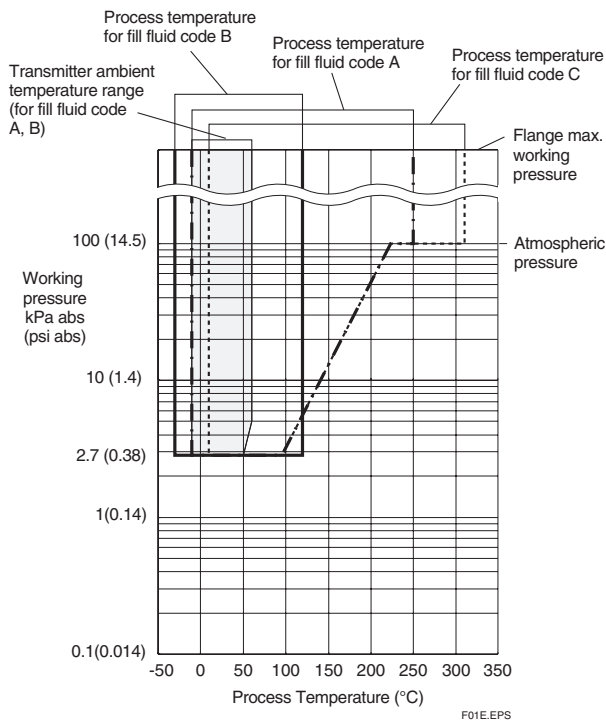

图1-1 工作压力和过程温度
大气压或大气压以下见图1-1和1-2
- *1: 见图1-1和1-2 “工作压力和过程温度”。
- 注: 差压变送器应安装在高压 (HP) 管道连接处以下至少600mm。但是这个值 (600mm) 可能会受环境温度、工作压力、填充液或接液膜片材质的影响。如果不能将差压变送器安装在高压管道连接处以下600mm, 请与横河公司联系。